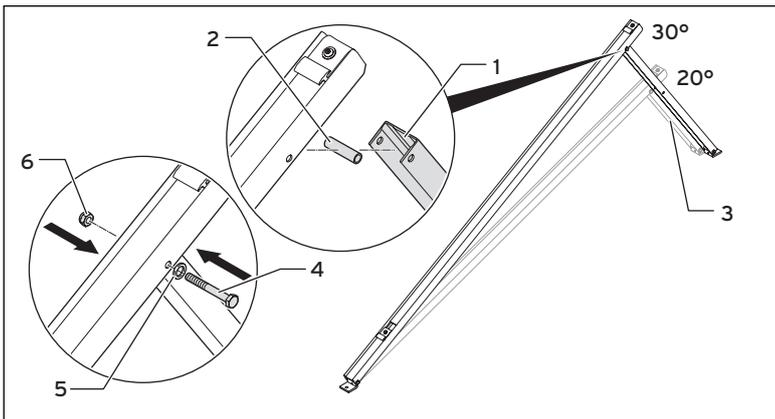

Abb. 5.10 Gestelle zusammenbauen
- Ziehen Sie die Schraube an der Stellschiene (→ **Abb. 5.10, Pos. 4**) fest.